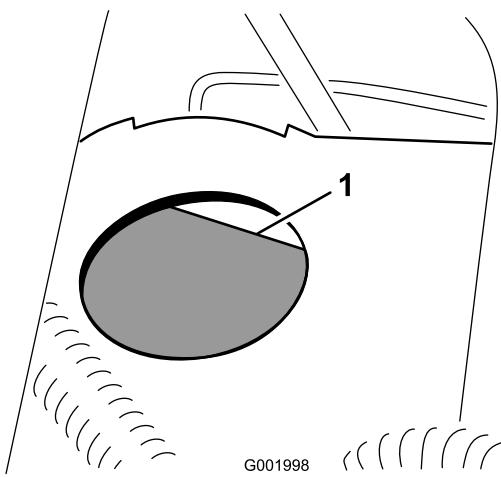

Bild 62
2. Der Flüssigkeitsstand sollte die Volllinie am Behälter erreichen (Bild 62).